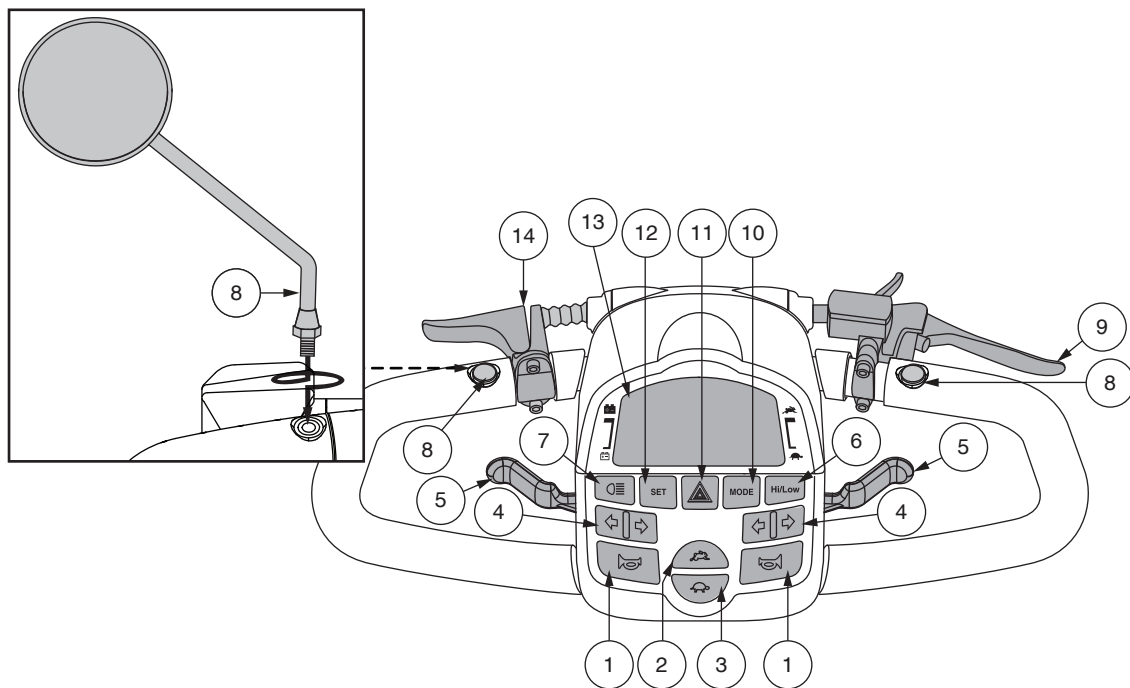

Abb. 1. LCD-Bedienfeld
Die Lenkerkonsole und der untere Lenker enthalten sämtliche Kontrollkomponenten, die Sie für die Nutzung Ihres veiculos benötigen, inklusive des LCD-Bedienfeldes, des Gaspedal-Hebels, des Schlüsselschalters und des Gaspedal-Schalters. **Siehe Abb. 1.**
Mit Hilfe dieser Hebel können Sie die Geschwindigkeit Ihres Fahrzeug im Vor- und Rückwärtsgang bis zur Maximalgeschwindigkeit kontrollieren, die Sie wiederum mit Hilfe der Knöpfe zur Geschwindigkeitsanpassung festgelegt haben. An der Unterseite des Lenkgriffs befindet sich links und rechts jeweils ein Hebel für das Gaspedal. **Siehe Abb. 1.**
- Drücken Sie den High-Low-Knopf einmal, um die Geschwindigkeit auf "High" ("Hoch") einzustellen. Die High-Low-Anzeige wird auf dem LCD-Bildschirm angezeigt. **Siehe Abb. 1.** Wenn Sie diese Einstellung zusammen mit den Einstellungstasten für die Geschwindigkeit verwenden, kann das Fahrzeug Geschwindigkeiten bis zur voreingestellten Maximalgeschwindigkeit des Fahrzeug erreichen.
Das LCD-Bedienfeld bietet praktische und intuitiv verständliche Rückmeldungen auf dem LCD-Bildschirm. **Siehe Abb. 1.** Der LCD-Bildschirm wird auch während der Einrichtung (Aktivierung) der unterschiedlichen Bedienfeld-Einstellungen verwendet.
**HINWEIS:** Um die Bedienfeldeinstellungen zu programmieren, muss der Hi-Low-Indikator ausgeschaltet sein und der Maximalgeschwindigkeitsindikator muss auf voll eingestellt sein. Siehe Abb. 1.